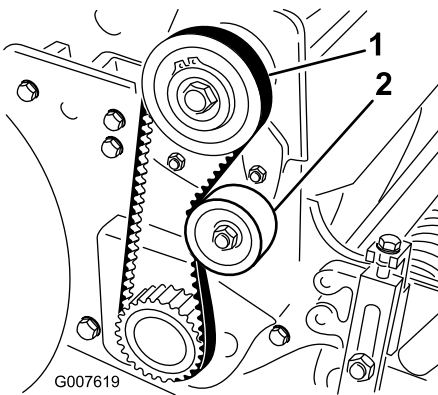

Figure 39
2. Contrôlez la tension en exerçant une force d'environ 18 à 22 N à mi-distance entre les poulies (Figure 39). La courroie doit présenter une flèche de 6 mm.
- A. Desserrez l'écrou de fixation de la poulie de tension et faites pivoter la poulie dans le sens horaire contre l'arrière de la courroie jusqu'à ce que vous obteniez la tension voulue (Figure 39).